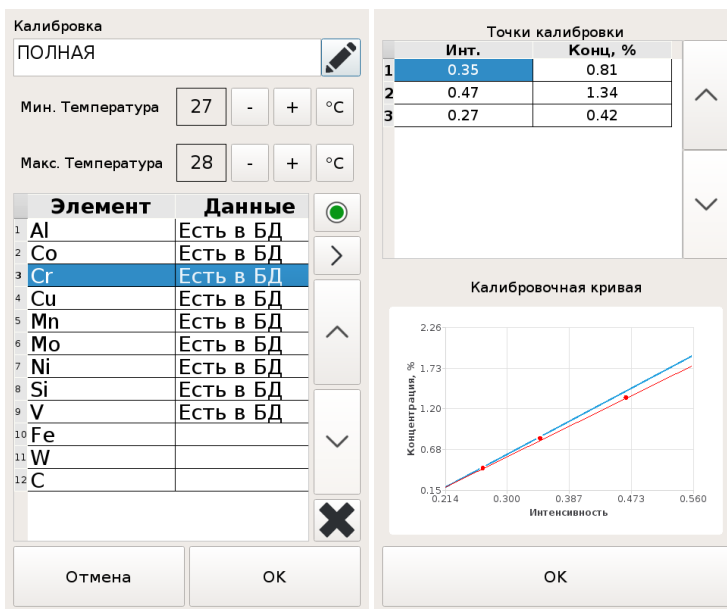

Рисунок 23 Изменение и просмотр параметров калибровки
- 4.6.8.5. Если для химического элемента уже существуют калибровочные данные, в строке элемента содержится запись «Есть в БД». Точки калибровки и калибровочную кривую можно посмотреть, нажав на кнопку  (Рисунок 23). Для выхода из окна просмотра калибровочной кривой нажмите ОК.